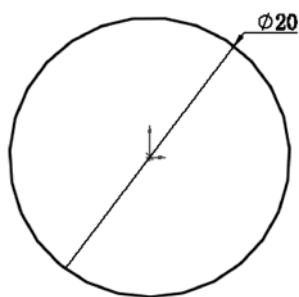

图 13-24 绘制草图尺寸
(1) 新建文件。启动 SolidWorks 2012, 选择菜单栏中的“文件”→“新建”命令, 或者单击“标准”工具栏中的 (新建) 按钮, 在弹出的“新建 SolidWorks 文件”对话框中选择 (零件) 按钮, 然后单击“确定”按钮, 创建一个新的零件文件。
(2) 绘制草图。在左侧的“FeatureManager 设计树”中用鼠标选择“前视基准面”作为绘制图形的基准面。单击“草图”工具栏中的 (圆) 按钮, 在坐标原点绘制直径为 20 的圆, 标注尺寸后结果如图 13-24 所示。